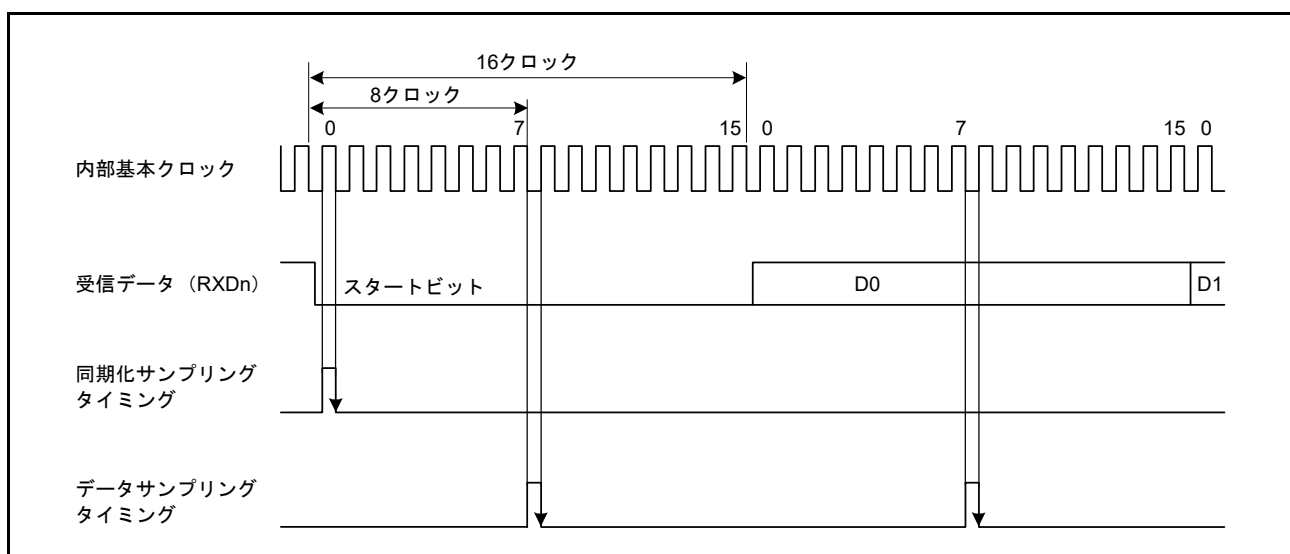

図 28.3 調歩同期式モードでの受信データのサンプリングタイミング
また、図 28.3 に示すように、受信データは基本クロックの 8 パルス目 (注1) の立ち上がりエッジでサンプリングされるため、各ビットの途中でデータが取り込まれます。調歩同期式モードでの受信マージンは以下の式 (1) のように表すことができます。